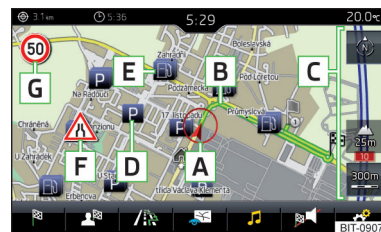

Fig. 213 Descripción de mapas
**En el mapa se pueden visualizar las siguientes informaciones y superficies funcionales. » fig. 213**